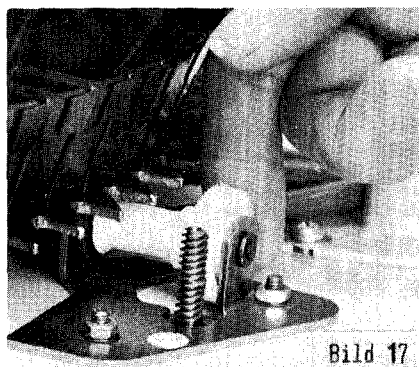

Bild 17
Les roues dentées (voir pièces détachées fig. 17 pos. 24) possèdent deux repères, un long et un court, seul valable est le court, plus épais. Ce repère, court, se répète 40 degrés, car les roues dentées sont alors les mêmes. Pour les roues dentées ne possédant qu'un seul repère, le montage est correct que si le repère A se trouve déplacé d'une dent par rapport au
Der Korbmotor (Bild 17) muß mit der Schnecke etwa 0,2 mm Spiel im Zahnrad haben. Zur Prüfung den Plattenkorb vom Reibrad etwas abheben und das Schneckenrad bewegen; etwas Spiel muß sichtbar sein. Korrektur durch Versetzen des Motors.
The Record Carrier Worm Drive (Bild 17) should not engage too tightly. Lift carrier off the drive and move pinion as shown, the worm should slack with a gap of around 0,2mm. Adjust by shifting the motor (7 mm spanner).
Le moteur d'entraînement KM (fig.17) Le jeu doit être environ de 0,2mm entre la vis sans fin métallique et le pignon en plastique. Soulever alors le magasin. Le réglage doit être corrigé par les deux vis de fixation du moteur sur le châssis comme le montre la fig.17